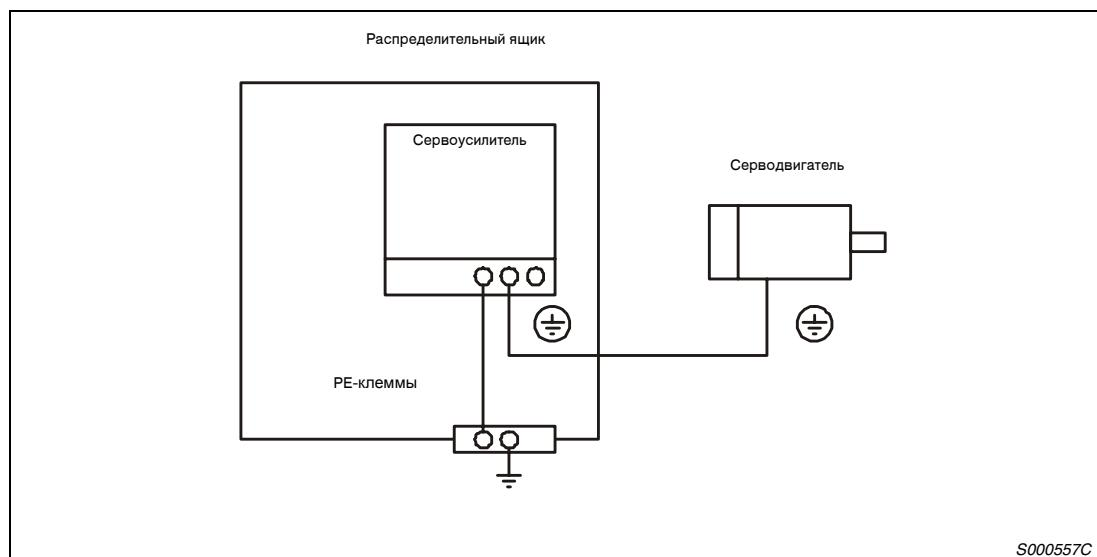

Рис.3-15: Подключение защитного соединения
- Соблюдайте правильность заземления серводвигателя и сервоусилителя. Для избежания электрического удара Вам необходимо соединить клемму защитного заземления (PE) сервоусилителя, обозначенную --- , с клеммой заземления распределительного ящика.
- ① Подключайте серводвигатели при помощи соответствующих силовых разъемов.
- ② Для заземления подсоедините заземляющий кабель серводвигателя к клемме заземления на сервоусилителе. Одновременно с этим Вы должны заземлить сервоусилитель путем заземления распределительного ящика. См. рис. 3-15.
- ③ При использовании серводвигателя с электромагнитным тормозом, тормоз необходимо подсоединить через внешний источник напряжения 24 В DC.